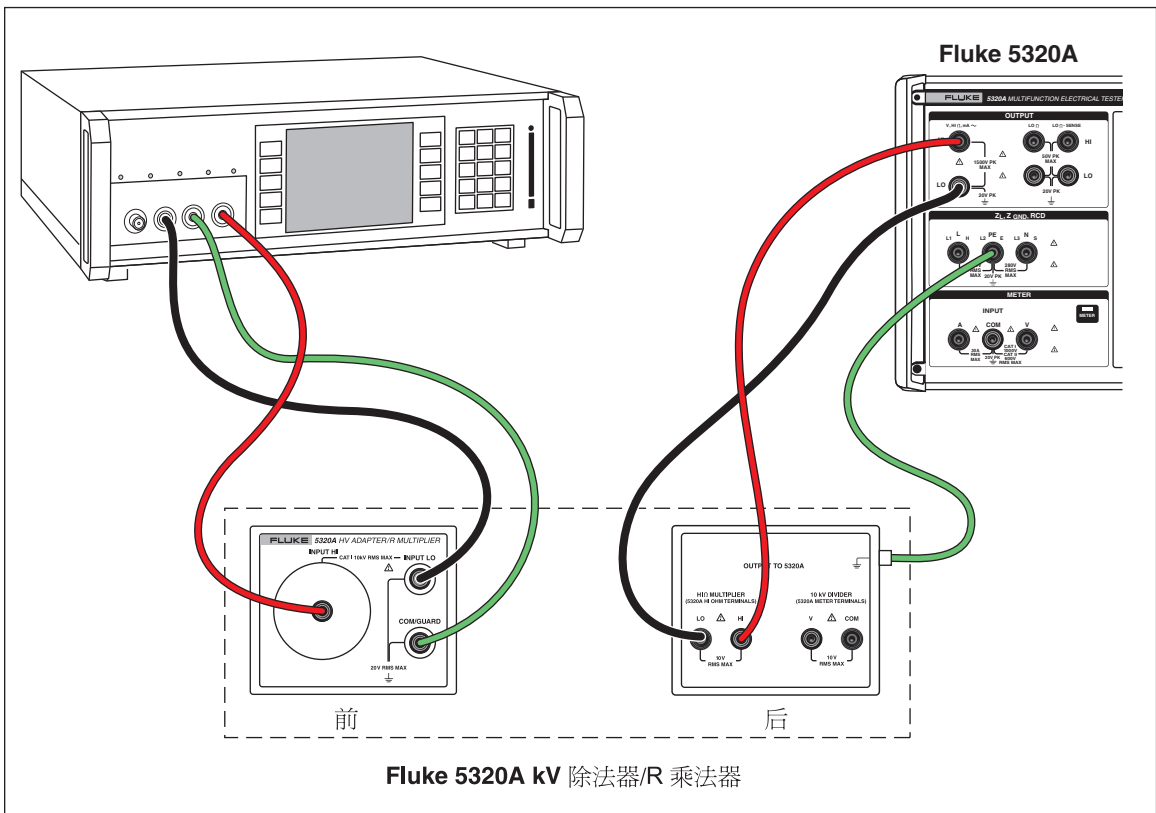

图7-7.当使用电阻乘法器适配器时，到台架测试仪的连接
2. 使用图7-7或7-8，将 UUT 连接到电阻乘法器和校准器。